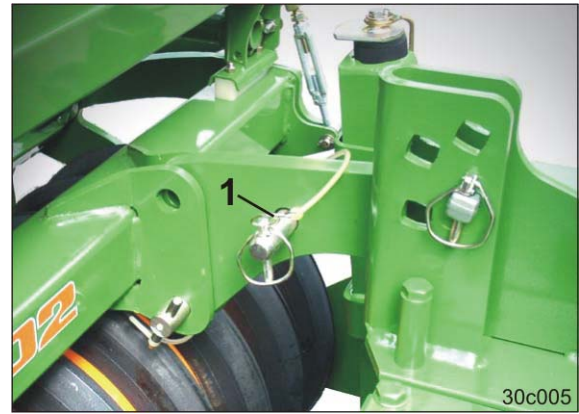

Fig. 105
17. Den Tragarmbolzen (Fig. 105/1) in Parkposition bringen und mit einem Klappstecker sichern.